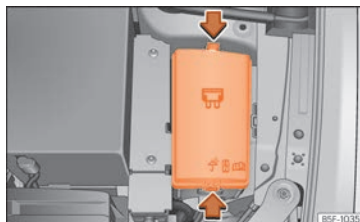

Abb. 107 Im Motorraum: Abdeckung des Sicherungskastens.
- Drücken Sie die Verriegelungslaschen, um die Abdeckung des Sicherungskastens zu entriegeln » Abb. 107.